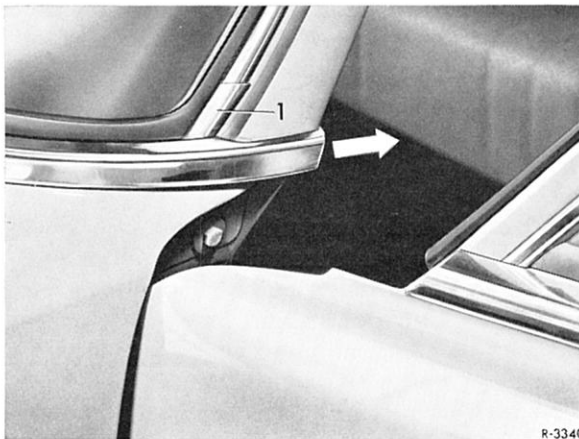

Bild 67-1/1
1 Abdeckung (1) links bzw. rechts mit Kunststoff- oder Hartholzkeil hochschieben (Bild 67-1/1).